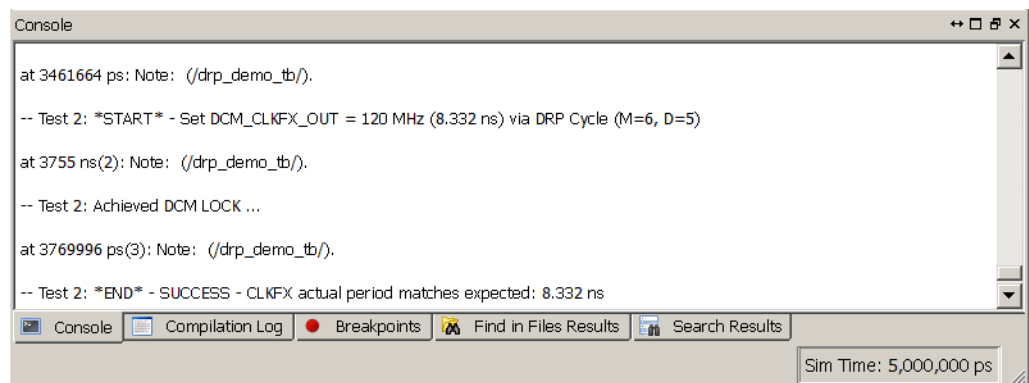

図 4-12：[Console] パネル
4. シミュレーション中にテストベンチからのアサートがあります。[Console] パネルでテストベンチから出力されたメッセージを確認します (図 4-12)。